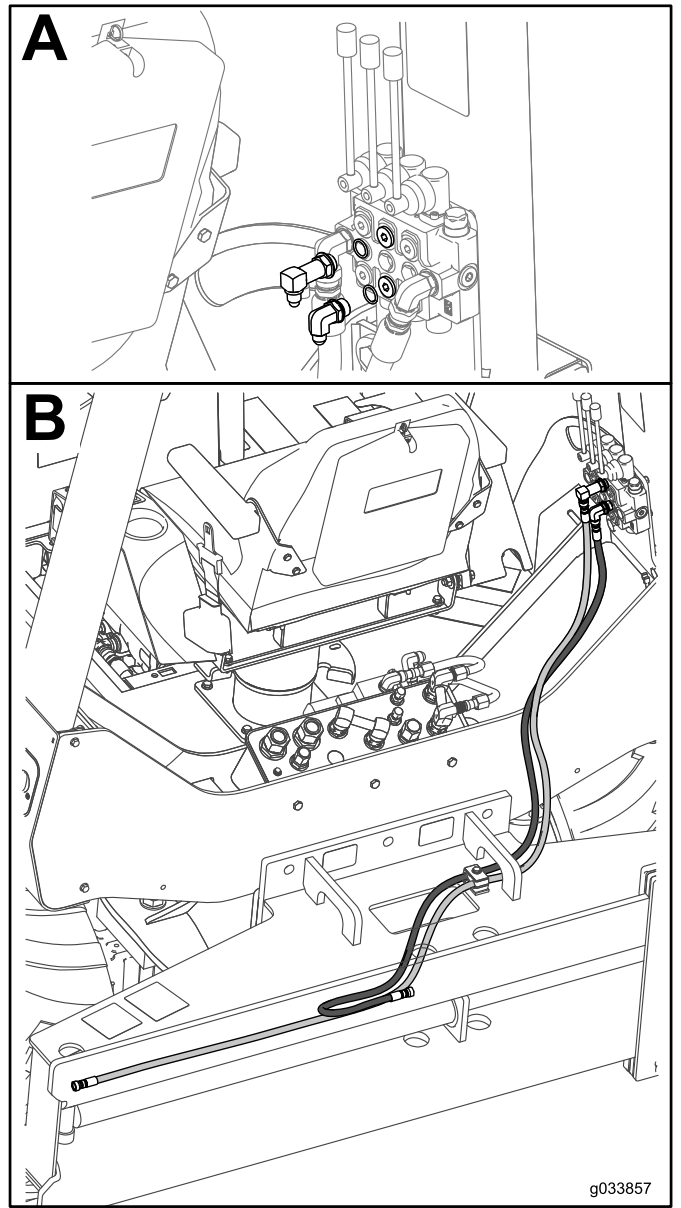

Figure 6
1. Montez le grand raccord et le joint torique sur l'orifice central supérieur de la valve hydraulique, comme illustré à l'encadré A de la Figure 6.
2. Montez le petit raccord coudé et le joint torique sur l'orifice central inférieur de la valve hydraulique, comme illustré à l'encadré A de la Figure 6.
3. Branchez le flexible partant du centre du vérin hydraulique sur le raccord à 90 degrés inférieur, comme illustré à l'encadré B de la Figure 6.
4. Branchez le flexible partant de l'extrémité du vérin hydraulique sur le raccord à 90 degrés supérieur, comme illustré à l'encadré B de la Figure 6.